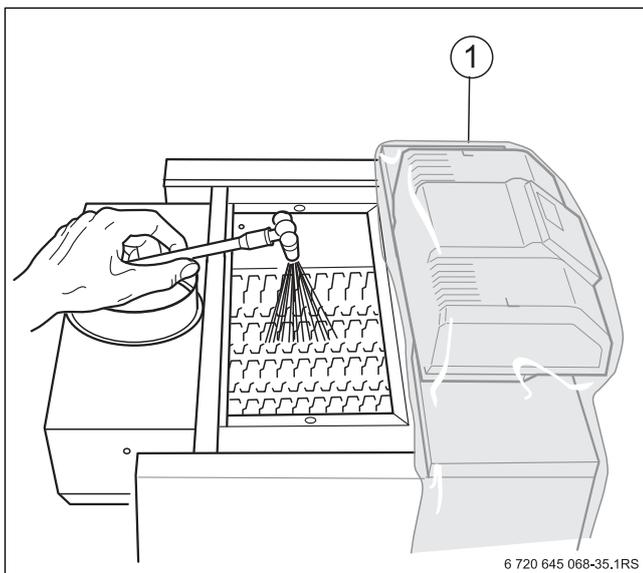

Рис. 49 Влажная чистка котла
- ▶ Накройте систему управления плёнкой (→ рис. 49 [1]). Не допускайте попадания аэрозольного тумана в систему управления.
- ▶ Равномерно распылите чистящее средство сверху в газоотводящих каналах (→ рис. 49).